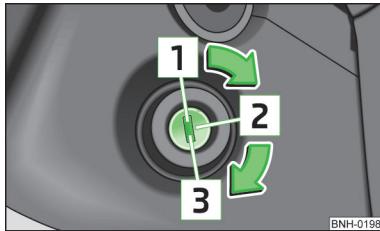

Abb. 88
Positionen des Fahrzeugschlüssels im Zündschloss » Abb. 88
- Die Zündung einschalten **2** » Abb. 88.
- Den Schlüssel in Stellung **1** » Abb. 88 auf Seite 98 drehen.